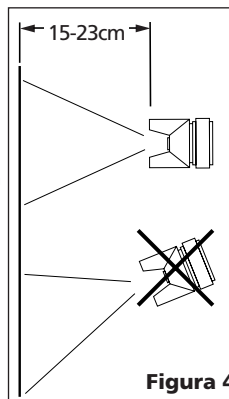

Figura 4
1. Comience a rociar. Siempre mantenga la pistola en los ángulos correctos (Vea la Figura 4).